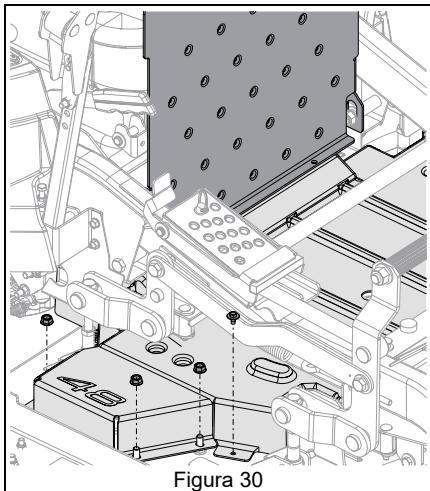

Figura 30
3. Allentare la bulloneria che fissa i copricinghia all'apparato di taglio, quindi rimuovere i copricinghia. Vedere Figura 30.